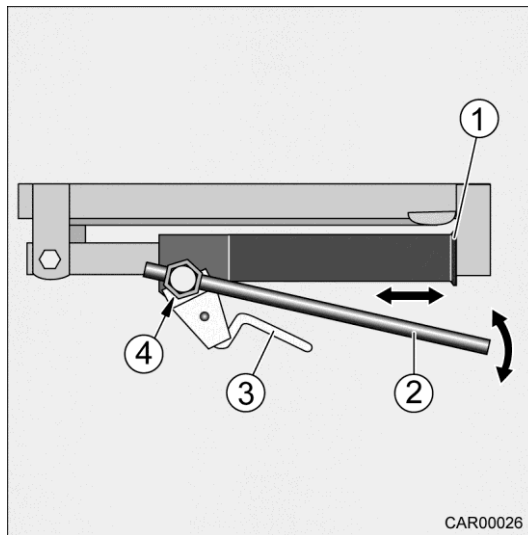

Fig. 54 Béquille arrière à manivelle s-plus
1. Placer la clé à douille (Fig. 54/2) sur l'écrou hexagonal (Fig. 54/4).
2. Amener la béquille arrière à manivelle (Fig. 54/1) avec la clé à douille (Fig. 54/2) en position avant extrême.
3. Enlever la clé à douille (Fig. 54/2) de l'écrou hexagonal (Fig. 54/4).
4. Pivoter la béquille arrière à manivelle (Fig. 54/1) vers le bas. Pour ce faire, pousser sur le levier de sécurité (Fig. 54/3).
4. Pivoter la béquille arrière à manivelle (Fig. 54/1) vers le haut. Pour ce faire, pousser sur le levier de sécurité (Fig. 54/3).
5. Placer la clé à douille (Fig. 54/2) sur l'écrou hexagonal (Fig. 54/4).
6. Amener la béquille arrière à manivelle (Fig. 54/1) avec la clé à douille (Fig. 54/2) en position de stationnement.